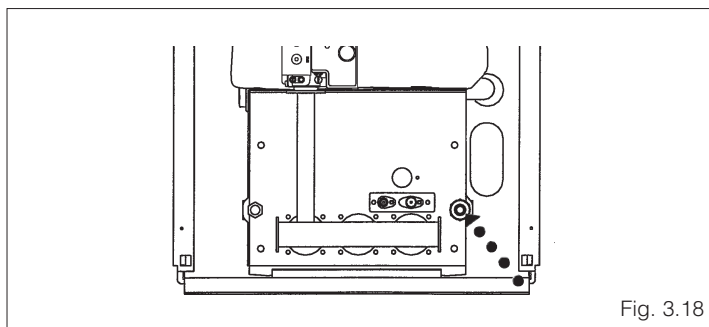

Fig. 3.18
- Acoplar un tubo de goma en el portagoma del grifo de vaciado y abrir el grifo (fig. 3.18).